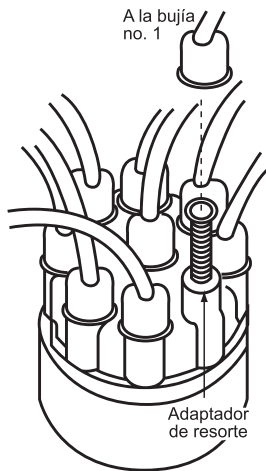

FIGURA 5.
- NOTA:** En algunos casos la chispa de ignición puede brincar al bloque del motor. Esto puede ocurrir como en los modelos resientes de Ford de 8 cilindros donde el adaptador de resorte de la luz de sincronización esta muy cerca de las partes metálicas. En tales casos, rastree el cable de la bujía a la tapa distribuidor. Desconecte el cable de la tapa del distribuidor e instale el adaptador de resorte como se muestra en la figura 5.